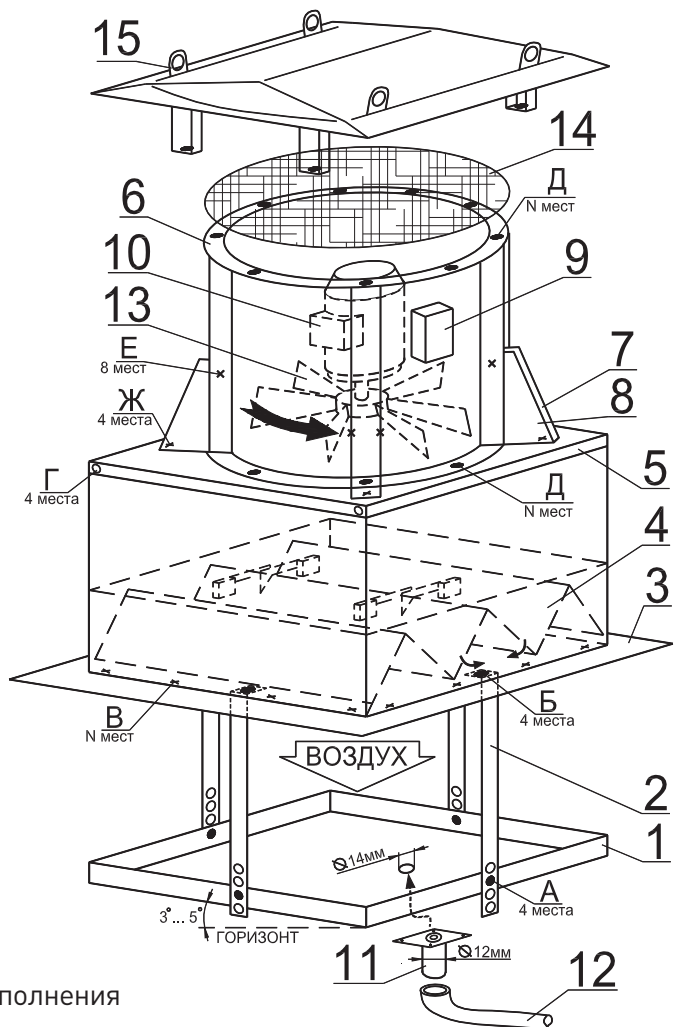

Рисунок 16. Схема монтажа вентилятора крышного исполнения
Клапан крепится непосредственно к стакану монтажному до его установки на кровлю здания (см. рисунок 16).
Клапан крепится на штатные «глухие бонки» во фланце стакана (поз. В, рис. 16).
Верхние концы подвесов поддона (поз.2) крепятся на штатные «глухие бонки» во фланце стакана (поз. Б, рис. 16).
Нижние концы подвесов поддона (поз.2) крепятся на штатные отверстия в бортах поддона (поз. А рис. 16).
Поддон рекомендуется устанавливать с небольшим наклоном в удобную сторону слива (см. рисунок 16) для чего в планках подвеса (поз.2) сделан ряд отверстий для регулировки его крепления по высоте.
Для установки на поддон сливного патрубка (поз.11) для отвода конденсата необходимо в месте его размещения на дне поддона просверлить отверстие $\varnothing 14\text{мм}$ (см. рисунок 16). Крепление патрубка осуществляется прилагаемыми саморезами снизу (уплотнительной прокладкой к поддону). Дополнительной герметизации патрубка не требуется.
Вентилятор монтируется на стакан посредством установки через опорную плиту (поз.5, рис.16). Порядок монтажа:
1. Опорная плита крепится к вентилятору по его нижнему фланцу (поз. Д, рис.16).
2. Для вентиляторов типоразмеров 63 и выше в комплект плиты опорной дополнительно входят уголки усиления (рис.16, поз.7 и 8), крепление которых производится после установки вентилятора на плиту.
• крепление уголков к опорной поите производится в местах Ж (рис.16).
Левый уголок (рис.16, поз.7) устанавливается первым, правый (рис.16, поз.8) устанавливается на него сверху.
- крепление уголков к ребрам корпуса вентилятора производится в местах Е (рис.16).
- 3. Опорная плита, вместе с вентилятором, устанавливается и закрепляется на стакане на штатные «бонки» во фланце стакана (поз. Г, рис.16).
Адаптер крепится непосредственно к стакану монтажному (допускается производить монтаж клапана как до, так и после установки стакана на кровлю здания (см. рисунок 16). Обратный клапан при этом устанавливать не требуется.
Адаптер крепится на штатные «глухие бонки» во фланце стакана (поз. В, рис.16).
Противопожарный клапан крепится к отверстиям (поз. А, рис.16) индивидуальным крепежом. Диаметр отверстий А в адаптере - 11мм.